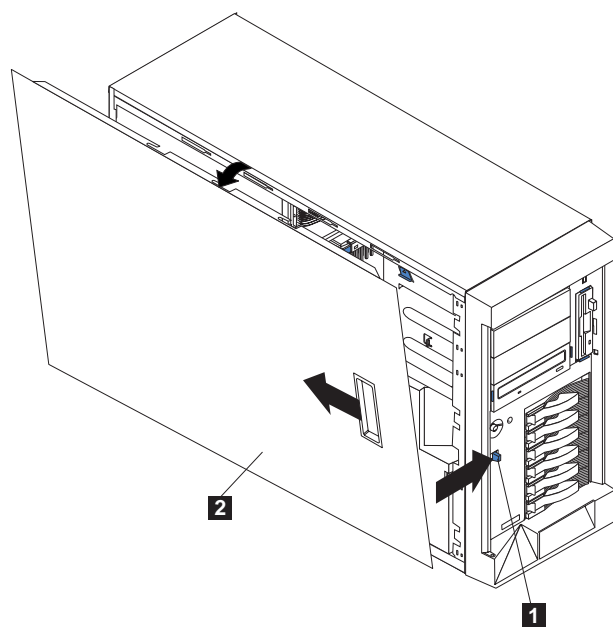

图 28. 卸下型号 25T 的盖板
3. 按图 28 指示的方向推引擎正面的塑料盖板开启插销以释放盖板。